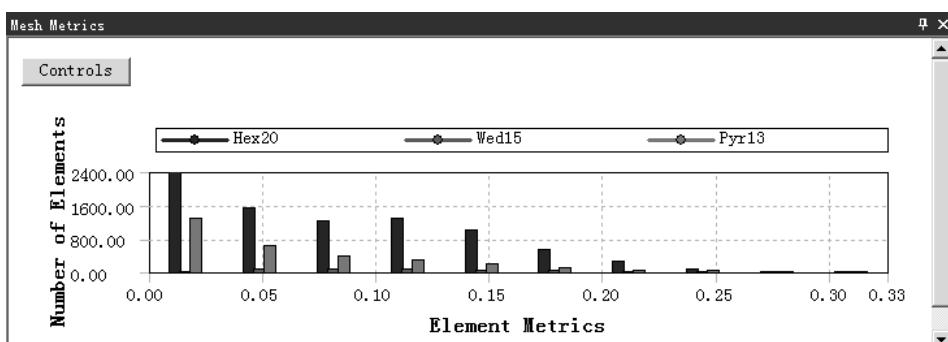

图 5.4.15 检查结果统计图表 (四)
- ◆ 翘曲因子 (Warping Factor)。Warping Factor 用于评估或计算四边形壳单元、带有四边形面的块单元(楔形单元及金子塔单元)等, 高扭曲系数表明单元控制方程不能较好地控制单元, 需重新划分。选择此选项后, 在信息栏中打开图 5.4.15 所示的检查结果统计图表 (四)。